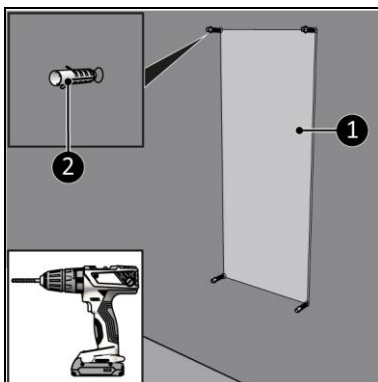

Figure 7
4. Placez le plan de montage accompagnant le produit (figure 7, pos. 1) contre le mur et marquez les quatre trous.
6. Insérez les chevilles (figure 7, pos. 2).